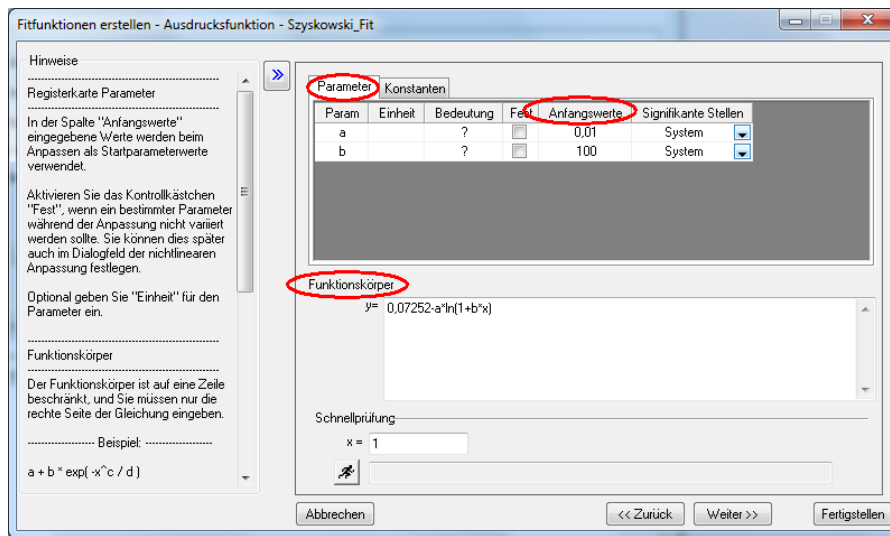

Fig. 6:
- Choose as ► Funktionskörper ►  $y=[\text{code for the isotherm}]$  and initialize the parameters by setting under ► Parameter ► Anfangswerte useful(!) start values for  $a$  and  $b$  (Fig. 6).